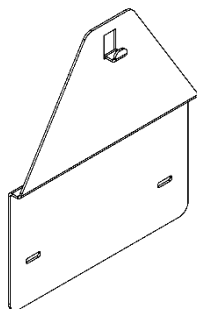

Рисунок 6. Переходная планка
7.2.3 При установке аппарата на место где ранее был установлен аппарат марки «NEVA» или «BaltGaz», который крепился к стене с помощью двух крючков, можно выкрутить данные крючки и использовать отверстия для установки переходной планки (см. рис. 6). Переходная планка 115514-00.050 позволяет смонтировать аппарат с использованием уже имеющихся крепежных отверстий в стене. Переходная планка приобретается отдельно в фирменных магазинах или на сайте baltgaz.ru.